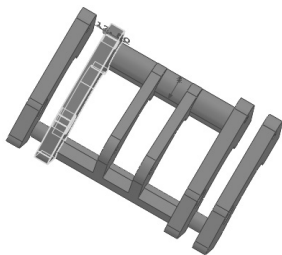

图 8-38 选择需要修改的特征 2
2) 单击 FeatureManager 设计树中的“拉伸 2”作为要修改的特征，视图中该特征被亮显，如图 8-38 所示，同时，出现该特征的修改控标。